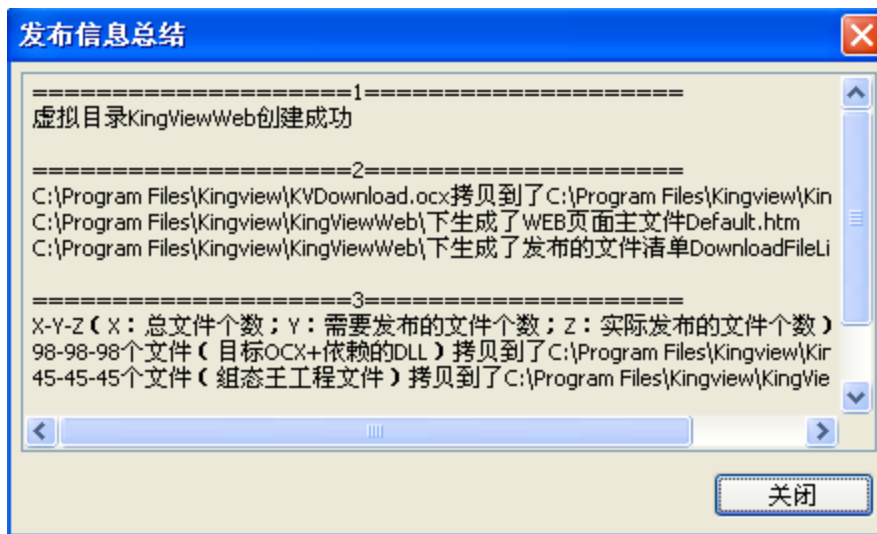

图 12-21 发布信息总结界面
3、点“开始”按钮，进行所需文件的发布。所有文件发布完成后，显示发布信息总结对话框，如有发布不成功或注册不成功的文件，会在该对话框中显示，图 12-21 中显示没有异常信息，说明我们已发布成功。点“关闭”按钮关闭此对话框。